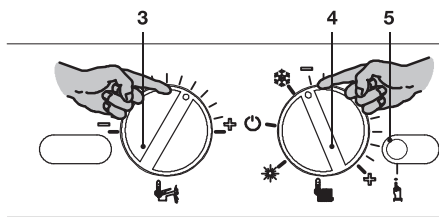
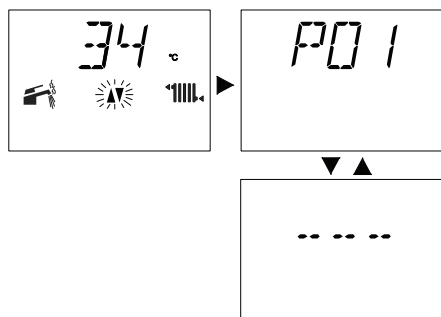

Рисунок 7.5
Рисунок 7.7
- Установите регулятор температуры горячего водоснабжения 3 и переключатель функций 4 так, как показано на следующем рисунке Рисунок 7.5.
- Чтобы настроить давление розжига горелки, войдите в режим программирования, нажав и удерживая в течение 15 с кнопку сброса 5 (Рисунок 7.5), пока на ЖК-дисплее не появится параметр P01. На ЖК-дисплее последовательно отобразятся следующие символы (параметр P01 будет загораться поочередно с --- --) (см. Рисунок 7.7).
- Нажмите кнопку сброса 5 (Рисунок 7.5) и пролистайте параметры до **P14**, предназначенного для настройки давления розжига горелки. На ЖК-дисплее последовательно отобразятся следующие символы (параметр **P14** будет загораться поочередно с цифрой **135**).
- Чтобы изменить настройку, поверните регулятор температуры в системе горячего водоснабжения 3 (Рисунок 7.5) и установите ее в выбранное положение (см. Рисунок 7.9).